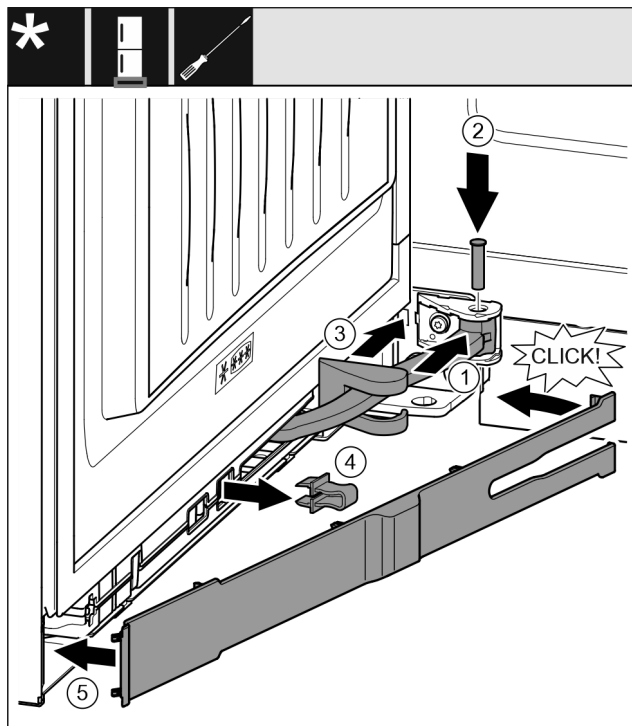

Fig. 49
- Otočte kloub Fig. 49 (1) v závěsu.
- Šroubovákem vložte čep Fig. 49 (2) do závěsu a kloubu. Přitom dávejte pozor, aby byla zajišťovací vačka správně usazena v drážce.
- Posuňte kryt stojanu ložiska Fig. 49 (3) podél kloubu a namontujte nad závěsem.
- Pojistku Fig. 49 (4) vytáhněte.
- Záslepku Fig. 49 (5) na straně madla nasadte a sklopte.